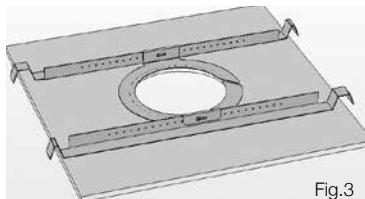

Fig.3
3. Coloque la arandela C y el kit para falso techo encima del panel, alineando la arandela C con el agujero que acaba de hacer y atornille la arandela al kit usando las fijaciones incluidas. (Fig.3)